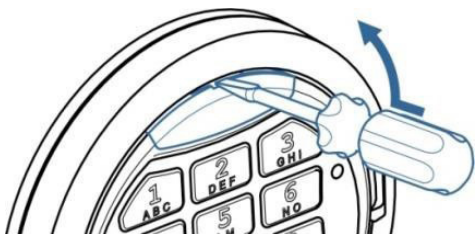

Abbildung. 7.2
- lösen Sie die Abdeckkappe der Notbestromung (sehen Sie bitte Abbildung 7.2)